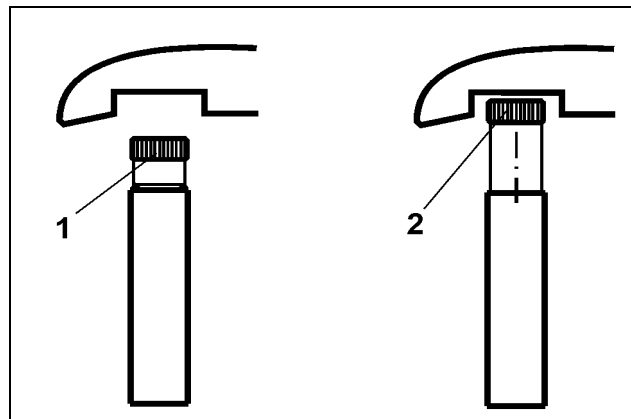

Fig. 60
- I position "såhjul tilkoblet" er skruen (Fig. 60/1) skruet i til anslag.
- I position "såhjul frakoblet" er skruen (Fig. 60/2) skruet du til anslag. .